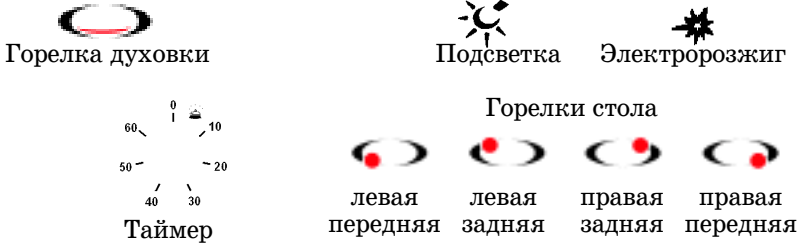

Рис. 5
7.1.1 Расположение горелок стола и условное обозначение показаны на рис. 5.
Включение и выключение освещения духовки осуществляется кнопкой (рис. 5), расположенной на панели управления.